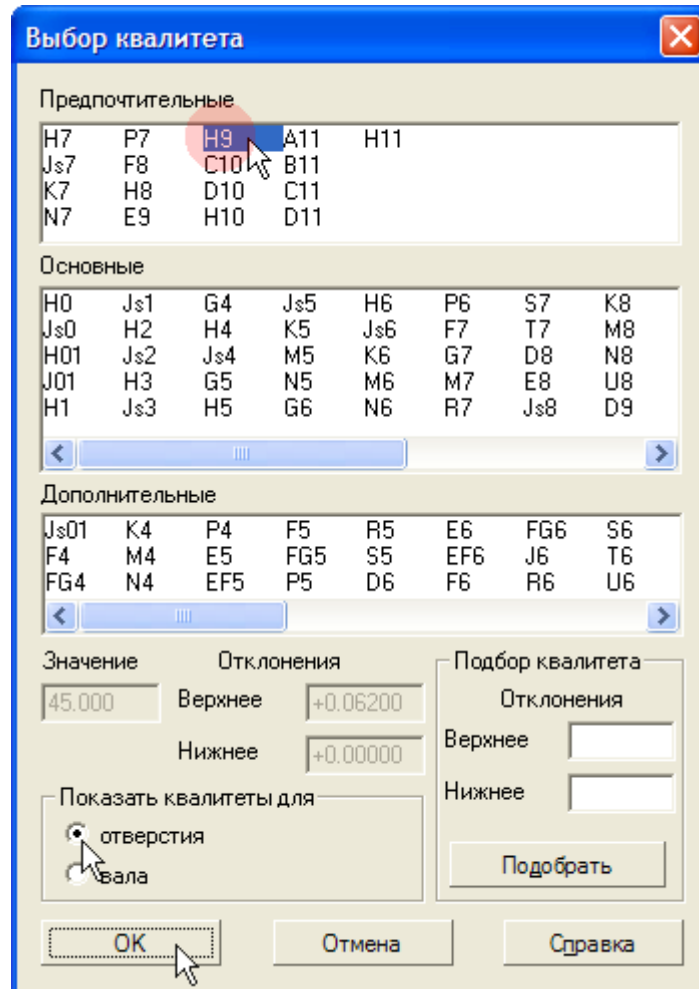

Рисунок 15.
- В группе Предпочтительные укажите нужный квалитет (рис. 15).